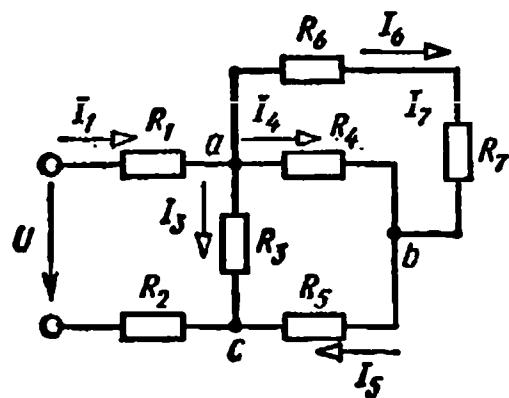

Рис. 1.39. Схема к заданию 5
*Задание 5.* Найти распределение токов в схеме (рис. 1.39), если  $R_1 = R_2 = 0,5 \Omega$ ,  $R_3 = R_4 = 6 \Omega$ ,  $R_5 = R_6 = 1 \Omega$ ,  $R_7 = 2 \Omega$ . Напряжение на входе  $U = 120 \text{ В}$ .